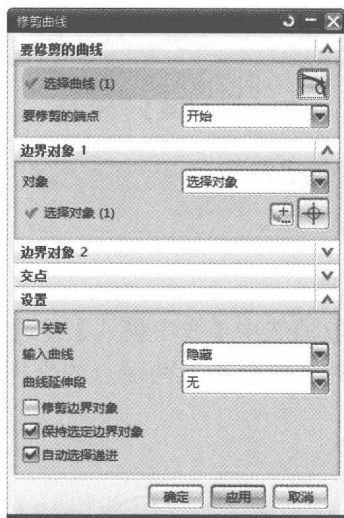
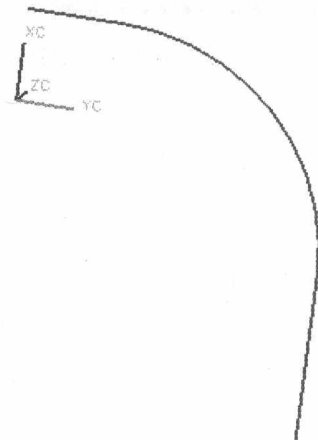

图 1-9 【修剪曲线】对话框
图 1-10 修剪直线
(6) 在【基本曲线】对话框中单击【修剪】按钮,打开【修剪曲线】对话框,如图 1-9 所示。选择圆为要修剪的曲线,分别选择两直线为边界对象 1 和边界对象 2,单击【应用】按钮,效果如图 1-10 所示。
(7) 隐藏第(4)步创建的直线。